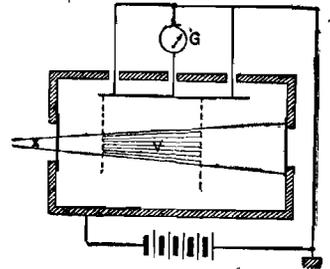

Figure 2
b) **Chambre d'ionisation (Fig. 2).** — Ces mesures se font en ionisant un gaz contenu dans une enceinte fermée ; c'est la chambre d'ionisation. Dans cette chambre se trouvent deux pièces métalliques, les électrodes. Certaines conditions doivent être remplies par ces éléments pour que les mesures soient correctes.